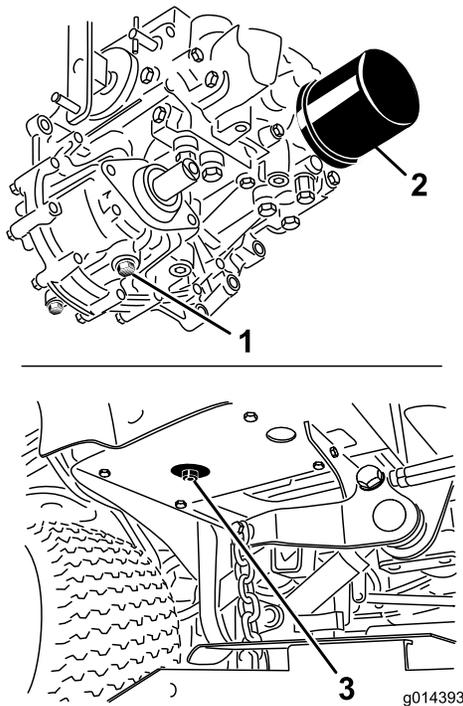

Bild 41
3. Stellen Sie eine große Wanne unter den Hydraulikbehälter und das Getriebe und nehmen Sie die Schrauben ab. Lassen Sie die Hydraulikflüssigkeit ablaufen (Bild 41).
4. Reinigen Sie den Bereich um den Hydraulikölfilter und nehmen Sie den Filter ab (Bild 41).